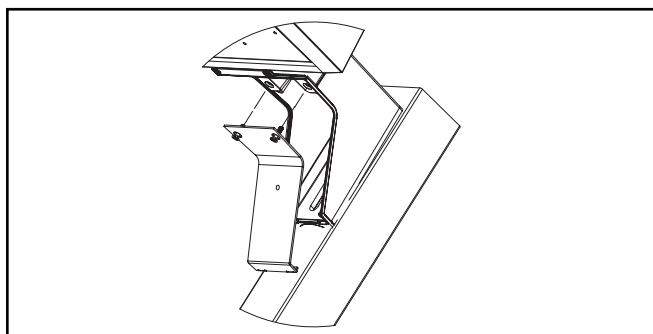

Figure 5.
**Remarque:** Assurez-vous que les fils d'alimentation ne sont pas coincés entre le couvercle et le bras de fixation. (Figure 5)